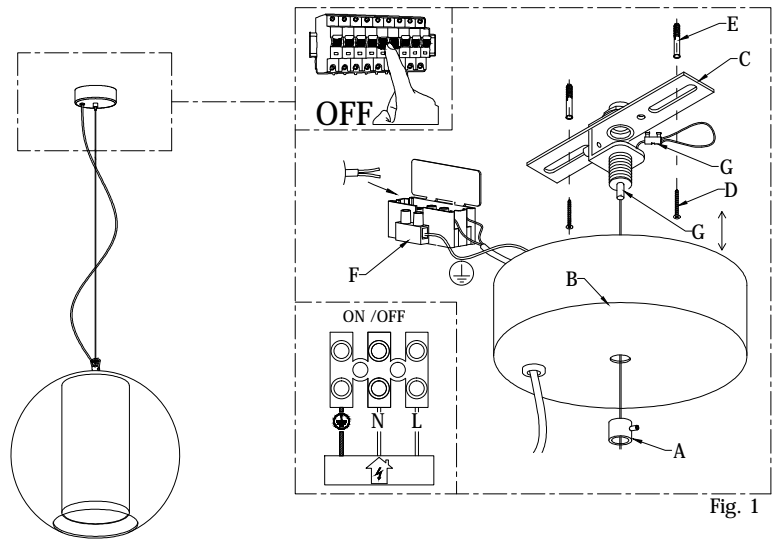

Fig. 1
- Svitare il particolare (A) e abbassare il rosone (B). (FIG.1)
- Fissare la staffa (C) al soffitto mediante le viti (D) e i tasselli (E). (FIG.1)
- Regolare la lunghezza del cavo in acciaio regolando agendo sul morsetto di sicurezza (G) , tenendo premuto il particolare (B) del gripper in modo che il cavo in acciaio scorra .(FIG.1)
- Collegare i cavi di rete nel morsetto (F) rispettando le polarità, e richiudere la scatola.(FIG.1)
- Unscrew the handle (A) and lower the canopy (B). (FIG.1)
- Fix the bracket (C) with screw (D) and dowels (E) on the ceiling. (FIG.1)
- Adjust the length of the steel cable acting on regulating terminal security (G), push the part (B) of the gripper so that the steel cable runs. (FIG.1)
- Connect the network cables to terminal (F) according to the polarity, and close the box. (FIG.1)